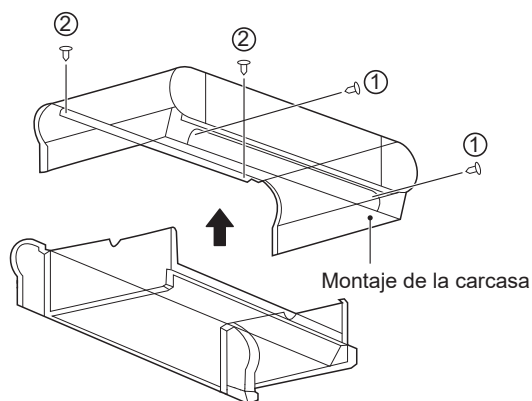

Figura 4-4 Extracción de la carcasa
- Retire los tornillos ① \*2 y ② \*2 y, a continuación, la carcasa, tal como se muestra en la figura 4-4.